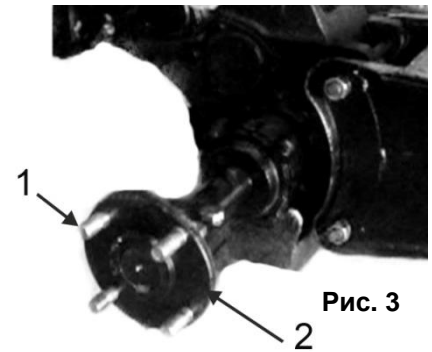

Рис. 3
- Вкрутите в отверстия барабана приводной оси крепящие колесо 4 шпильки с двусторонней резьбой (1)(См. Рис.3).
- Колеса устанавливаются на шпильки барабана (2)(См. Рис.3) и фиксируются гайками.